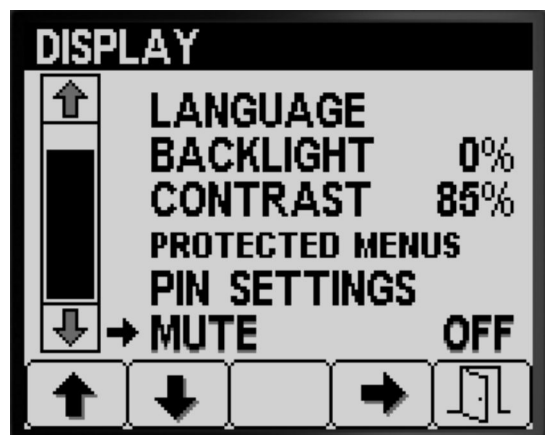

Рисунок 31
2. Нажмите кнопку 4 для установки индикатора выключения звука на ВКЛ или ВЫКЛ (Рисунок 31).
3. Нажмите кнопку 5, чтобы сохранить эту настройку, выйти с экрана MUTE (ВЫКЛЮЧЕНИЕ ЗВУКА) и вернуться на экран SETTINGS (НАСТРОЙКИ). (Рисунок 31).